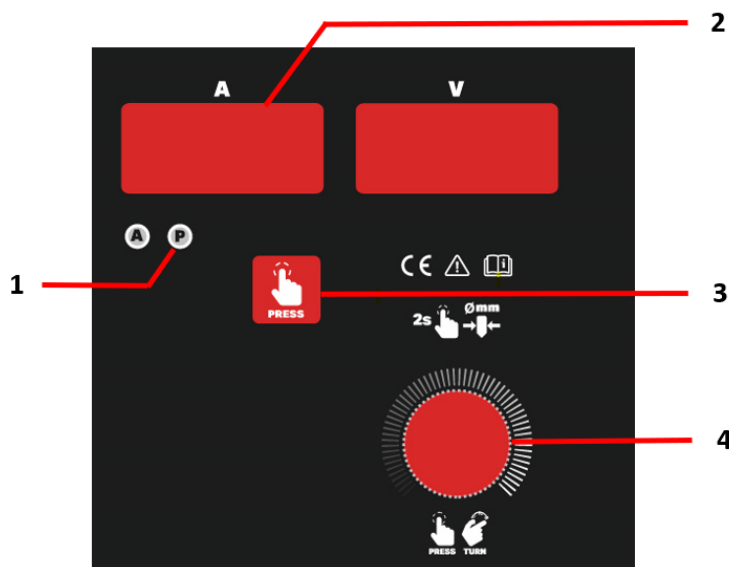

Fig. 8 – Mémoires de soudage
- ajuster vos paramètres et appuyer sur la touche (Fig.8 - 3) jusqu'à ce que la LED P (Fig.8 - 1) s'allume. Ensuite, appuyer sur le boutons de réglage des paramètres (Fig.8 - 4) 2 secondes jusqu'à ce que l'affichage numérique indique P1. Puis appuyer sur le bouton de réglage des paramètres jusqu'au numéro de programme désiré. Appuyer ensuite sur le bouton de réglage des paramètres, l'affichage numérique indique MEM.
- Appuyer sur la touche (Fig.8 - 3) jusqu'à ce que la LED P (Fig.8 - 1) s'allume. Puis tourner le bouton de réglage des paramètres (Fig.8 - 4) jusqu'au numéro de mémoire souhaité. Attendez 2 secondes et votre mémoire est disponible.